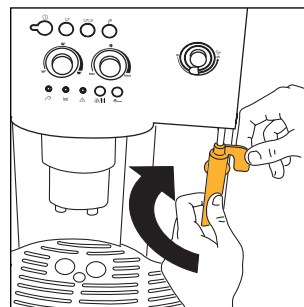

Fig. 25
- Vrid reglaget medsols så långt det går. Håll spaken på fästet stilla med ena handen och skruva med den andra loss cappuccinoröret genom att vrida det medsols och dra av det (fig. 25).